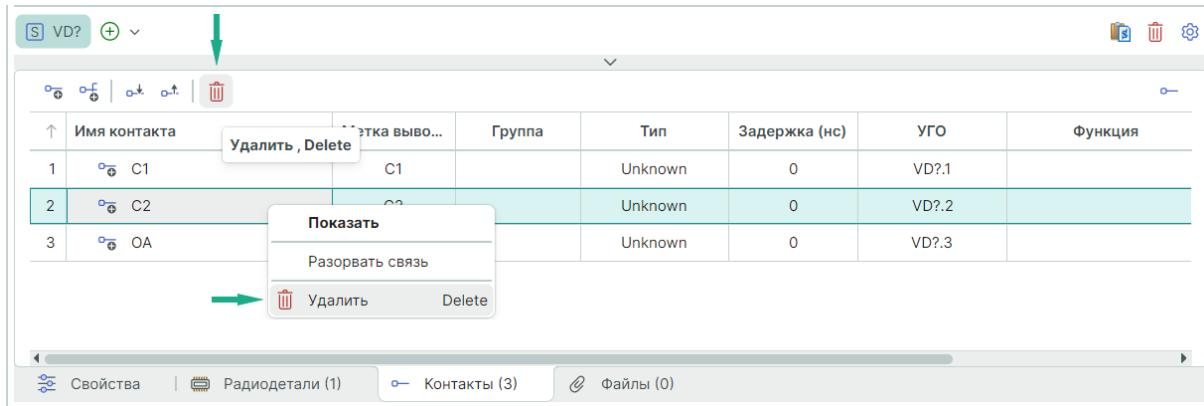

Рис. 247 Удаление контакта
2. Нажмите иконку «Удалить» или воспользуйтесь контекстным меню в таблице контактов, см. Рис. 247.